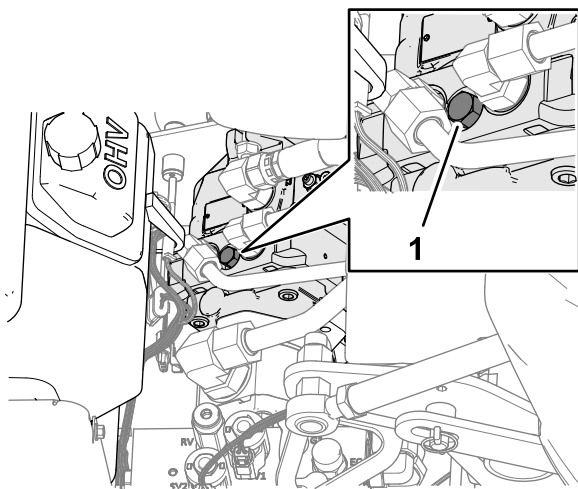

図 116
4. 図 116 のように、エンジンと油圧ポンプの間にあるバイパスバルブねじのカバーを探し出す。